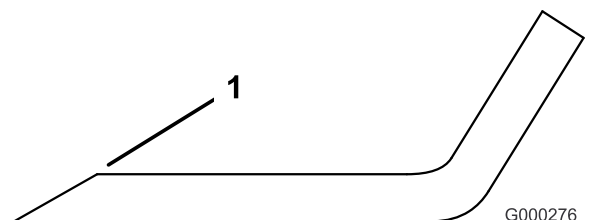

Figura 106
- Affilate i taglienti da entrambe le estremità della lama con una lima (Figura 106).